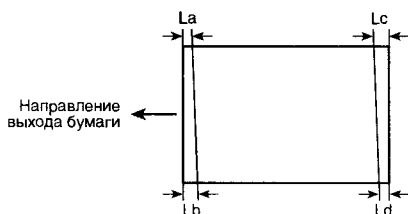

Рис. 27. Измерение расстояния от края бумаги
4. На копии измерьте расстояние от края бумаги до линии во всех четырех углах (L_a , L_b , L_c , L_d) (рис. 27).